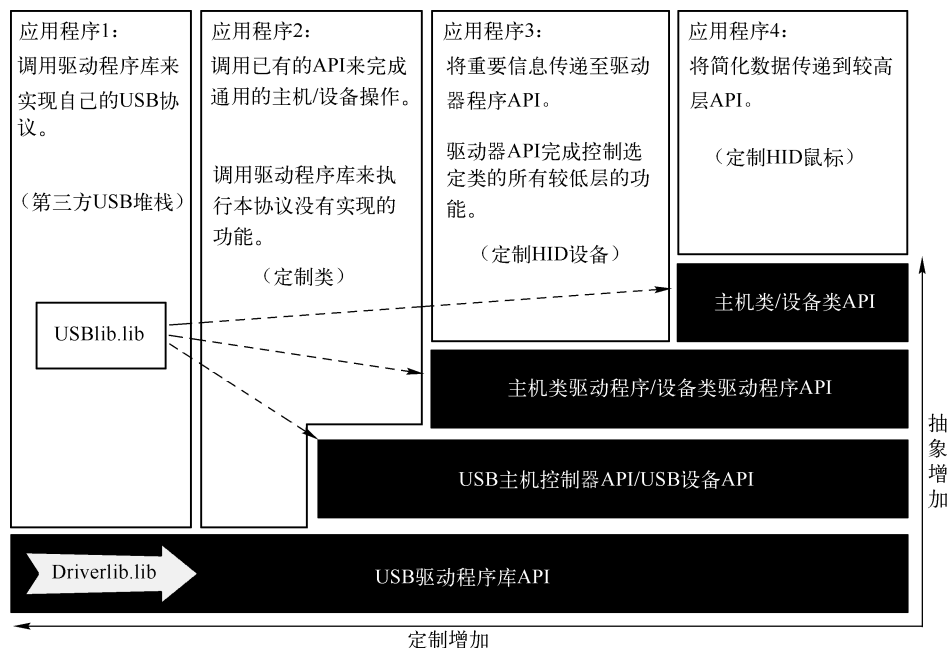

图 14-9 USB 库的框架结构
固件库分层结构可使开发人员依照自己的需求来调用不同层的 API，如图 14-9 所示。
在图 14-9 中所示的 4 种可能的应用程序，将使用不同的编程接口来实现自己的 USB
1) USB 驱动程序库 API (USB DriverLib API)：是 USB 设备堆栈中最底层的 USB 驱动程序，位于 DriverLib 库中的 usb.c 源代码和头文件 usb.h 中。在图 14-9 中的“应用程序 1”提供了直接编写设备功能的 API。其实，这个 API (固件库) 是上面 USB 控制器硬件寄存器中非常薄的一层，因此不提供任何更高级别的 USB 事务支持（如端点零事务处理，标准描述符和请求处理等），应用程序通常不会仅使用这个 API 来访问 USB 功能。所以，该驱动程序库在开发 USB 应用时适合作为一个接口来使用，例如，第三方的 USB 堆栈。
① 使用极为方便。即设备设置包括创建一组静态的数据结构和调用单一的初始化 API。
② 可配置的 VID/PID、电源参数和字符串表、使设备易于定制，而无需修改任何库函数代码。
③ 一致的接口。即所有的设备类驱动程序库使用类似的 API，使其非常简捷地在它们之间移动。
④ 最小的应用程序开销。即绝大多数的 USB 处理都是在类驱动程序中进行的，低层只用于处理应用程序中的数据读/写。
⑤ 可选配的 USB 缓冲区对象可用来进一步简化数据发送和接收。即使用 USB 缓冲区，与设备类驱动程序的互动可变为一个简单的读/写 API，而无需状态机来确保在正确的时间发送或接收数据。
⑥ 设备类驱动程序的 API 完全封装了底层 USB 设备和 USB 驱动程序的 API，使应用程序只有一个单一的 API 接口。